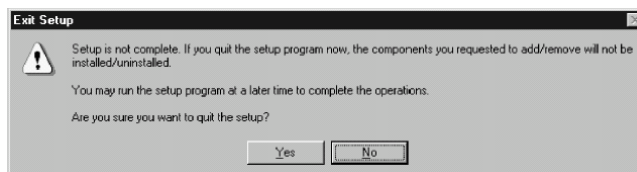

рис. 8
- чтобы продолжить установку, щелкните кнопкой **No**. (Рис. 8)